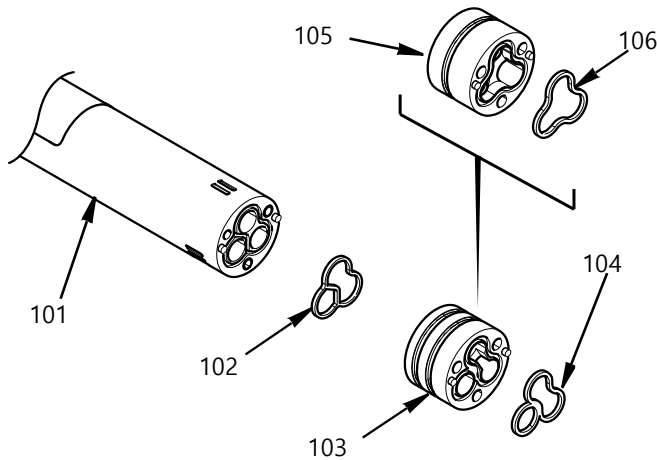

FIG. 28
재로 어댑터(105) 1개일 경우 개스킷(106)을 배치합니다. FIG. 28.